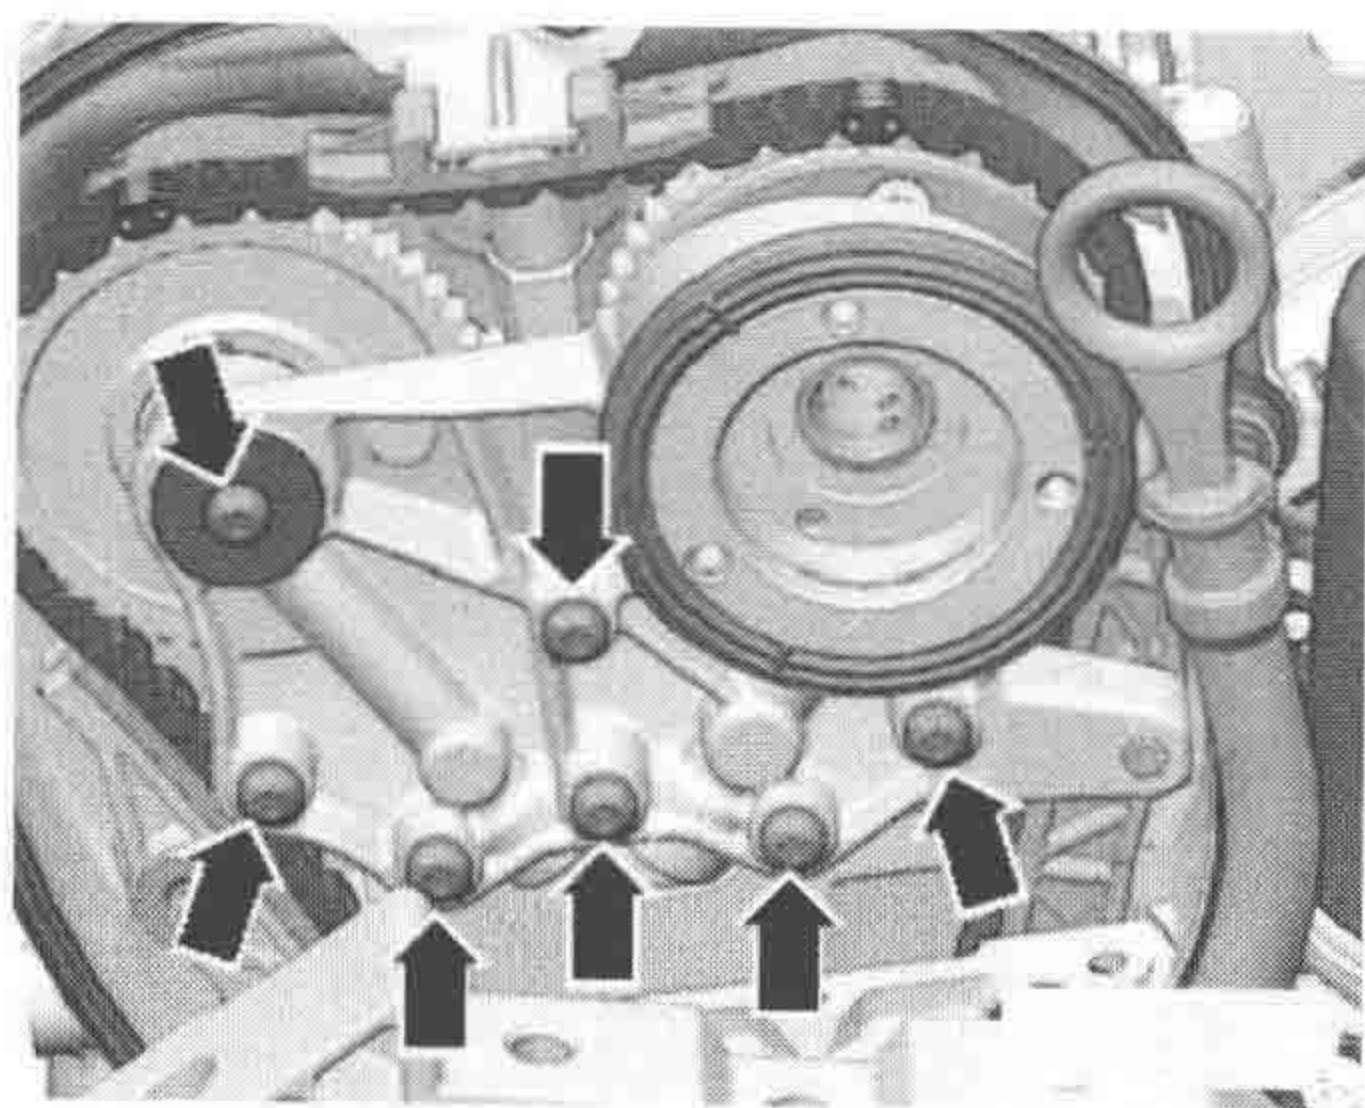

图 1-1-3
(3) 如图 1-1-3 所示，拧下轴承盖上的螺栓，取下轴承盖。
(9) 将凸轮轴正时链置于曲轴上并对齐正时标记。
(10) 用扳手转动进气凸轮轴并将凸轮轴正时链装上，对好正时标记。
(11) 安装凸轮轴正时链张紧轨。
(12) 安装凸轮轴正时链滑轨。
(13) 套上轴承桥并用手拧紧螺栓（图 1-1-3）。